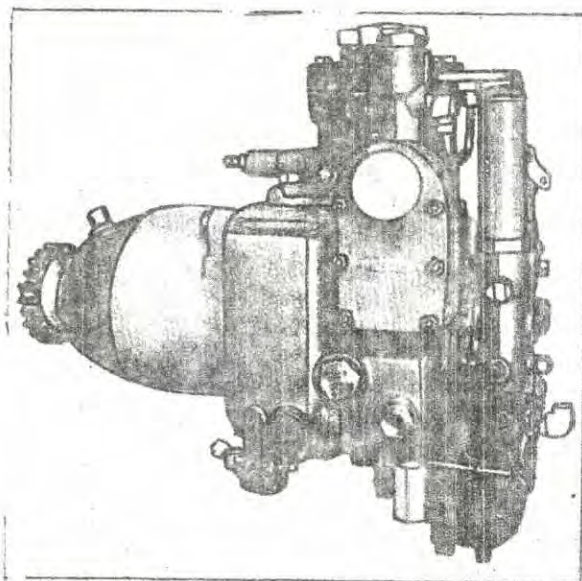

Fig.1 Bomba de inyección Cummins - Tipo "D" con compresor.
- 1º Tipo "D" o de un solo disco (Fig.1)